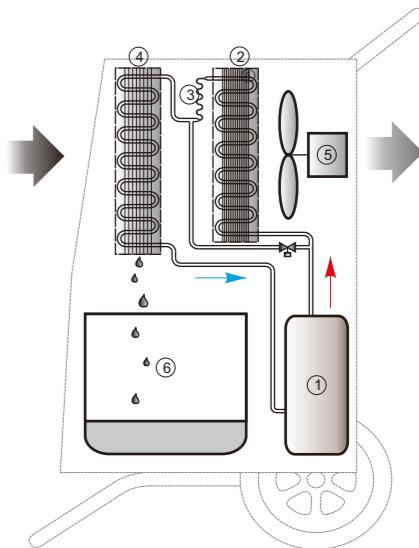

FIG.1
(Véase FIG.1) Los deshumidificadores MDR están diseñados basándose en el sistema de refrigeración por condensación. Dentro de este sistema hermético, las bombas de compresión (①) comprimen el refrigerante con gases a altas temperaturas y lo envían al condensador (②).